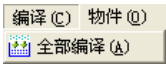

图 2-10 菜单工具栏-编译
- **编译 (C)**: 进行画面与人机各项设置的编译动作。如图 2-10。详细说明请参阅第 3.4 节。